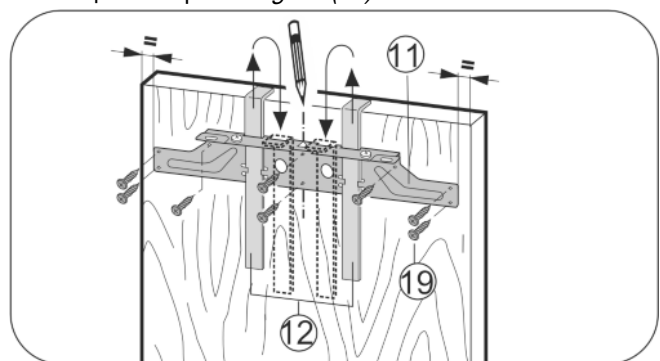

Fig. 18
- Навесьте крепежную поперечину Fig. 18 (11) с монтажными вспомогательными элементами Fig. 18 (12) на внутреннюю сторону мебельной дверцы.
- Выровняйте крепежную поперечину Fig. 18 (11) в центре двери.
- Прикрутите крепежную поперечину Fig. 18 (11) по меньшей мере 6 винтами Fig. 18 (19).
- Прикрутите крепежную поперечину Fig. 18 (11) 4 винтами Fig. 18 (19) по краю.
- Вытяните вверх монтажные приспособления Fig. 18 (12) и, развернув, вставьте их в расположенные рядом приемные отверстия.